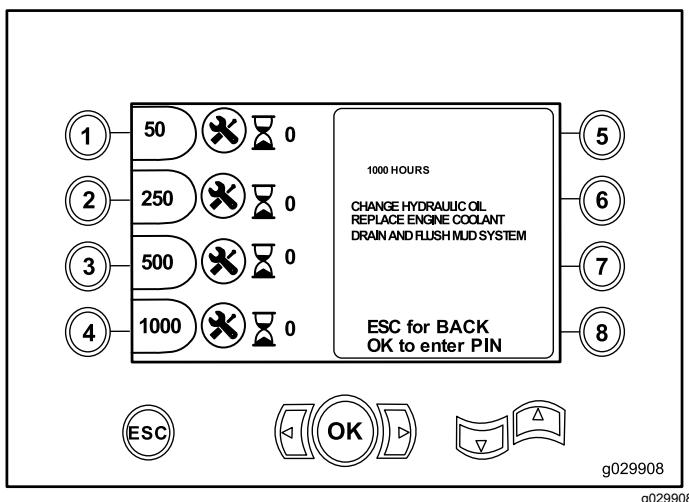

Figura 15
- Botón 4 – 1,000 horas (Figura 15)